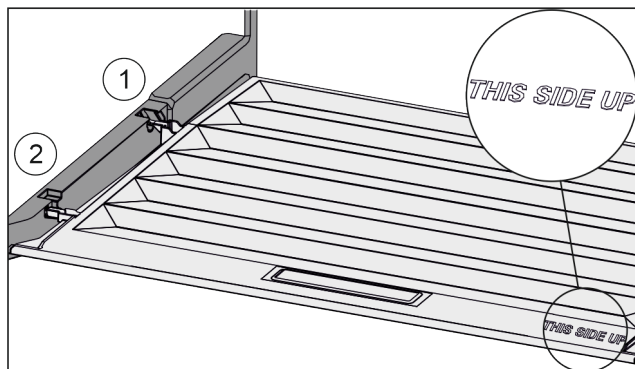

Fig. 143
- ▶ Вставить поперечные ребра крышки через отверстие заднего держателя Fig. 143 (1) и защелкнуть спереди в держателе Fig. 143 (2).